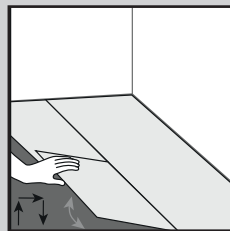
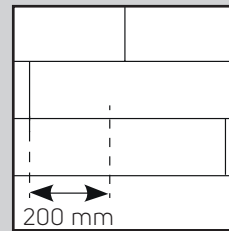
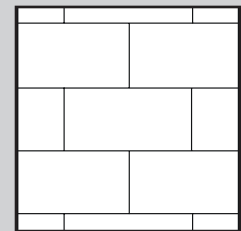

Fig. 3
Fig. 3a
Fig. 3b
4. Comience la segunda fila de manera que la lengüeta encaje en la hendidura, sujetando el tablón en ángulo (aproximadamente a 30°) y, a continuación, empuje con firmeza el tablón/baldosa hasta que encaje en la hendidura de la primera fila. Instale el siguiente tablón/baldosa acoplado la lengüeta y la hendidura por el lateral largo (Fig. 3). Las baldosas y los tablon/baldosas deben instalarse escalonados de manera que nunca coincidan cuatro esquinas. (Fig. 3a y Fig. 3b).